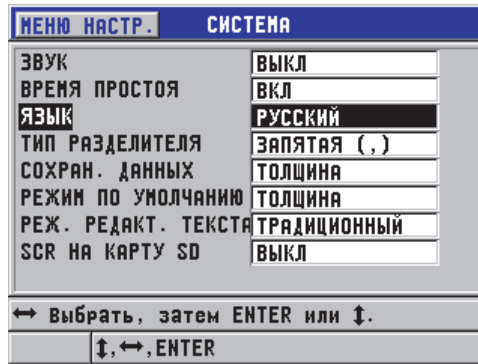

Рис. 4-1 Окно СИСТЕМА
2. В диалоговом окне СИСТЕМА (см. Рис. 4-1 на стр. 54):